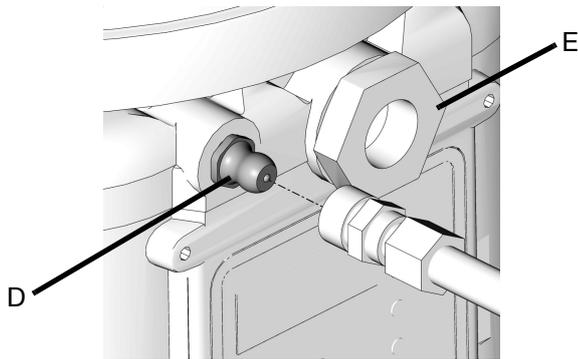

FIG. 15
1. Conecte la manguera de llenado al racor de entrada (D) (FIG. 15).